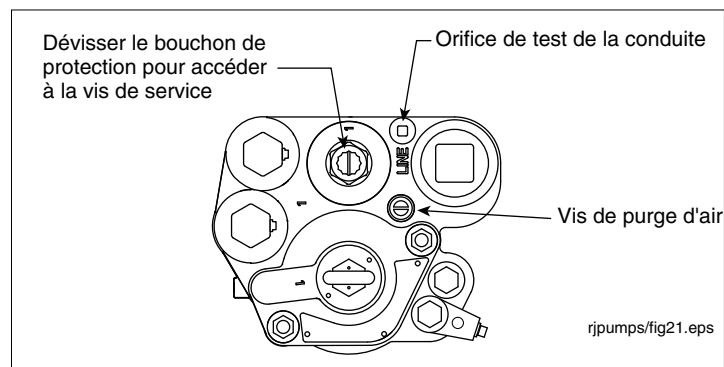

Figure 42. Emplacements de la vis de service, de l'orifice de test de conduite et de la vis de purge d'air
3. Retirez le bouchon de l'orifice de test de la conduite (voir la Figure 42). Appliquez la pression de test de la conduite sur l'orifice de test (345 kPa [50 psi] maximum).
6. Dévissez la vis de purge d'air de 2 à 3 tours (voir la Figure 42).
1. Retirez et gardez le bouchon de protection au-dessus de la vis de service et vissez la vis (voir la Figure 42). Alors que la vis approche de sa position basse, vous entendez le système se dépressuriser. Continuez à tourner la vis jusqu'en butée.
5. Dévissez la vis de purge d'air de 2 à 3 tours (voir la Figure 42).